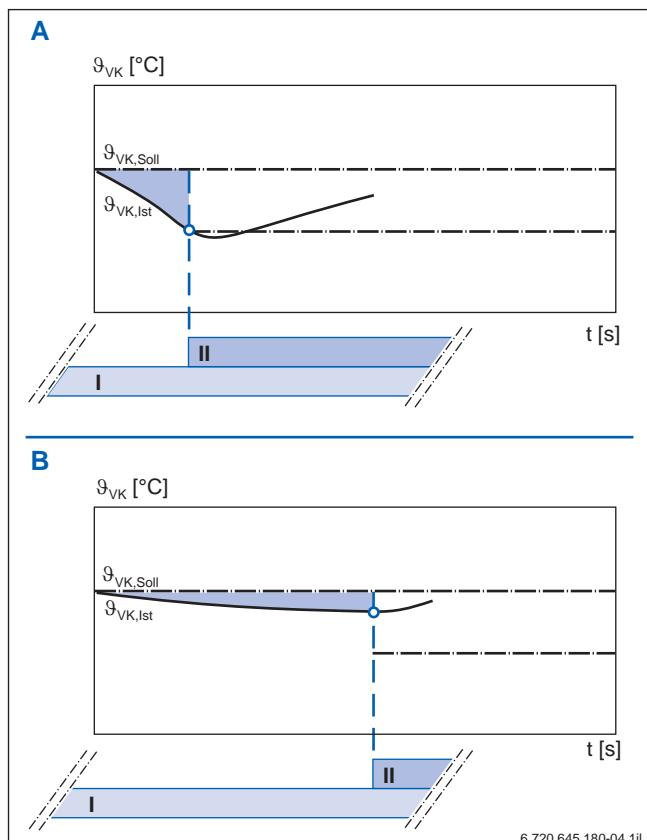

Рис. 36 Принцип действия динамического переключения для различных отклонений регулируемого параметра
**Во-вторых**, система управления постоянно проверяет разницу между заданной и фактической температурой подающей линии котла. Из нее система управления вычисляет сумму регулируемого отклонения через определенный интервал времени (интеграл). Если рассчитанная величина переходит определенное заданное предельное значение, то горелка включается или выключается, также и в том случае, если еще не достигнут определенный заданный порог переключения (→ рис. 36).